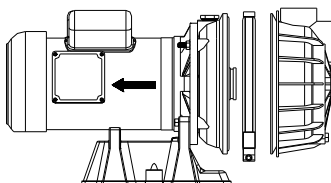

Figure 9
2. Enlever le clamp (Voir figure 9)
3. Retirer les boulons de montage de la base de pompe. L'assemblage du moteur et la moitié arrière de la pompe peuvent maintenant être arrachés de la moitié de devant de la pompe (voir figure 9). Retirer ATTENTIVEMENT le joint torique.